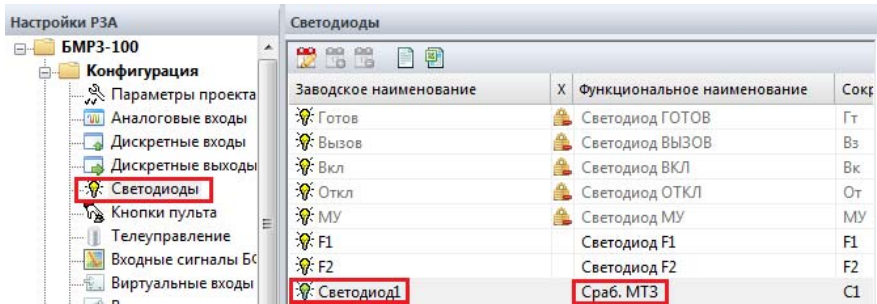

Рис. 12. Задание наименования свободно назначаемого светодиода
9. Задать имя свободно назначаемому светодиоду. Для этого в «Светодиоды» дважды нажать ЛКМ по названию дискретного выхода «Светодиод 1» и ввести новое название «Сраб. МТЗ» (рис.12).